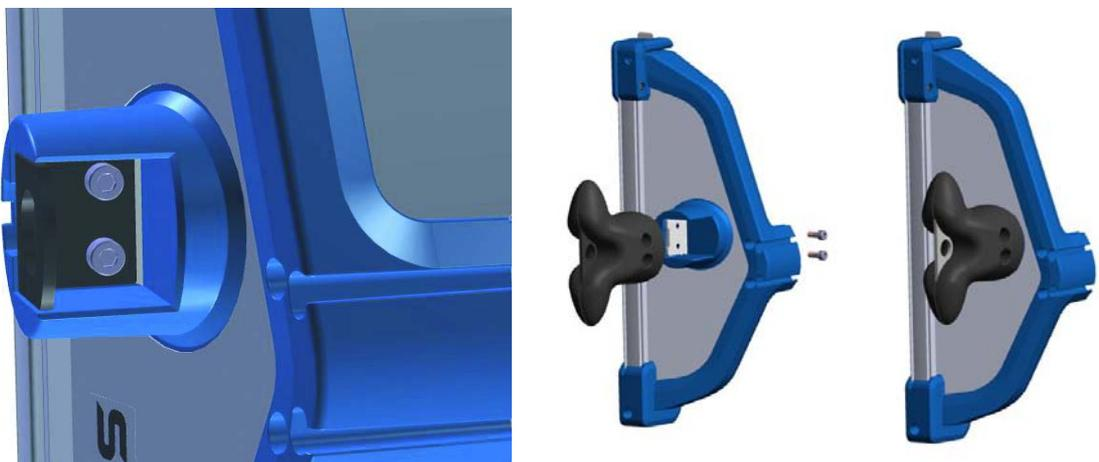

Bild 7: Montage der Ankerpunkte oder Seitengriffe
- Schieben Sie je einen Seitengriff pro Seite in die Aufnahme des SkyPanels (siehe Bild 7).